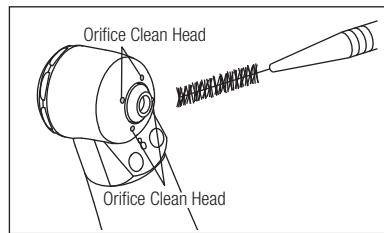

Fig. 2
- 1) Éliminez les débris présents au niveau des orifices avec une brosse. N'utilisez pas de brosse métallique. (Fig.2)